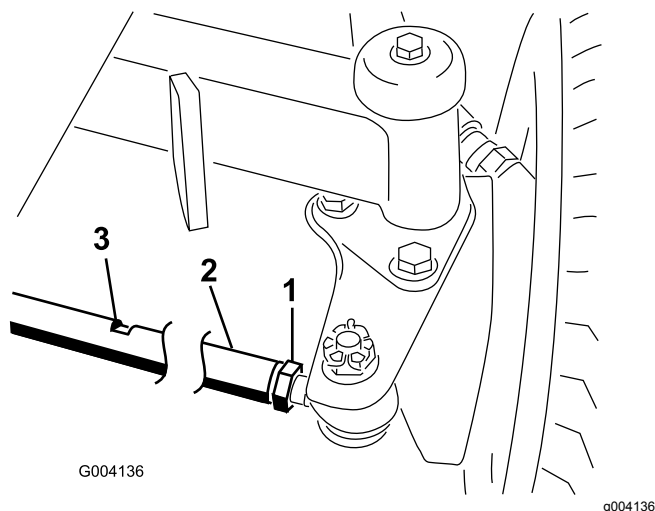

Figura 57
2. Afloje las contratuercas de ambos extremos del tirante (Figura 57).